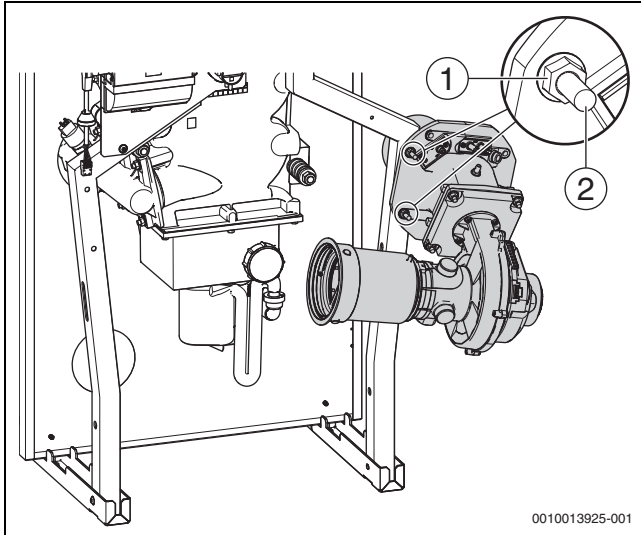

Bild 47 Brenner in Wartungsposition (Montage rechts)
- Brenner mit Flansch auf die werkseitig montierten Schrauben (→ Bild 47, [2]) aufstecken und mit zwei der zuvor entfernten Befestigungsmuttern (→ Bild 46, [1]) sichern.